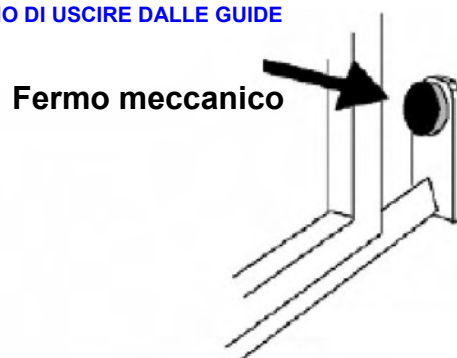
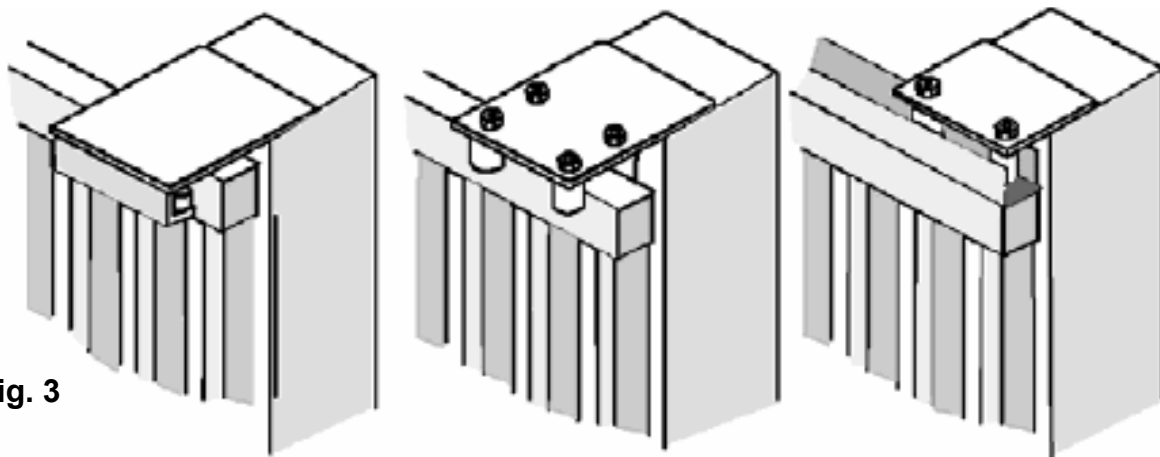

Fig. 2
Fig. 3
- Prima di procedere al montaggio dell'automatismo, si verifichi che il cancello sia perfettamente funzionante, inoltre, è opportuno verificare che la guida di scorrimento a terra (**V. Fig. 1**) non presenti malformazioni, che sia perfettamente a livello e che sia presente il fermo meccanico in apertura (**V. Fig. 2**) al fine di evitare che il cancello esca fuori dalle guide superiori (**V. Fig. 3**)
- Verificare la guida di scorrimento superiore (**V. Fig. 3**) che sia ben salda e il cancello vi scorra liberamente.
Posizionare il motoriduttore e fissarlo con le viti e rondelle in dotazione A (Fig.2).
Fissare la cremagliera sul cancello in modo saldo prevedendo una distanza da 2 a 3 mm dal pignone M4-Z12 del motore (Fig.3).